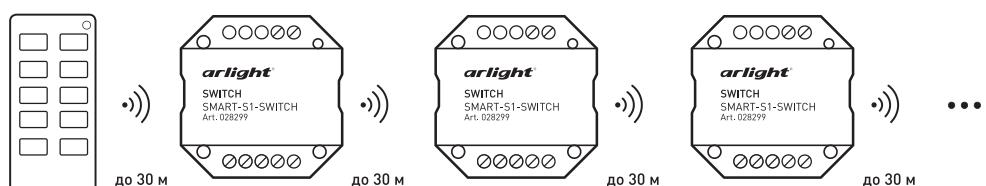

Рисунок 3. Ретрансляция сигнала от пульта ДУ
- 3.9. Все устройства автоматически ретранслируют сигнал от пульта ДУ или панели управления [рисунок 3]. Расстояние между выключателями на открытом пространстве может достигать 30 м.